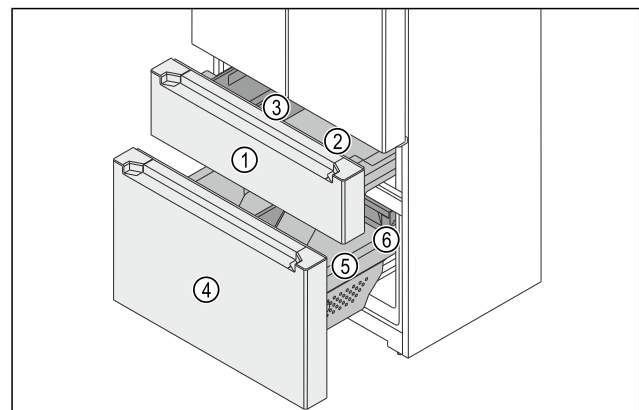

Fig. 151 Auszugswagen Gefrierteil
- (1) Oberer Auszugswagen
- (2) Behälter
- (3) FlexBox
- (4) Unterer Auszugswagen
- (5) Behälter
- (6) Schubfach
Das Gefrierteil besteht aus zwei Auszugswagen. Im oberen Auszugswagen *Fig. 151 (1)* sind ein Behälter *Fig. 151 (2)* und eine FlexBox *Fig. 151 (3)*. Im unteren Auszugswagen *Fig. 151 (4)* sind ein großer Behälter *Fig. 151 (5)* und ein Schubfach *Fig. 151 (6)*. Sie können die FlexBox und den Behälter im oberen Auszugswagen zur Reinigung entnehmen.